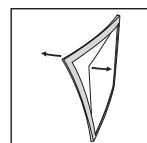

Рисунок 8
- Поместите палец в выемку на нижнем крае рамки и согните рамку вверх, пока она не отойдет от одного края Рисунок 8.